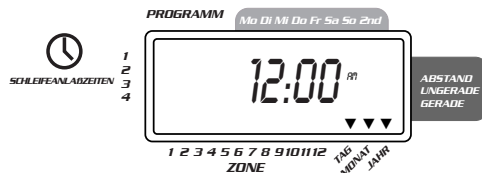

ABBILDUNG 3: LCD Anzeige mit umgebenden Informationen
- Drehen Sie die Wählscheibe auf die Position **ZEIT/DATUM** einstellen. [Siehe Abbildung 3]
- 12 Uhr erscheint auf der Anzeige mit drei Pfeilen, die das Jahr (J), den Monat (M) und das Datum (D) zeigen.